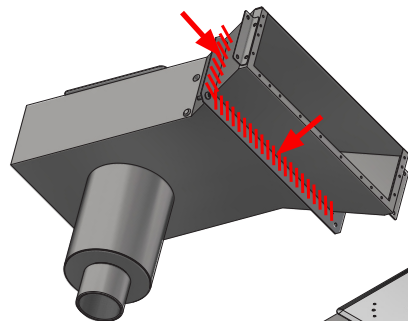

Figura 10.
2. Aplique un sellador adecuado en la unión entre las bridas de moldeado y la carcasa del desagüe de desbordamiento (consulte la figura 10). Cuando aplique el sellador, es importante que la unión se convierta estanca para que no pueda penetrar nada de agua por ella. Consulte las instrucciones del sellador para la preparación, la aplicación y el endurecimiento.